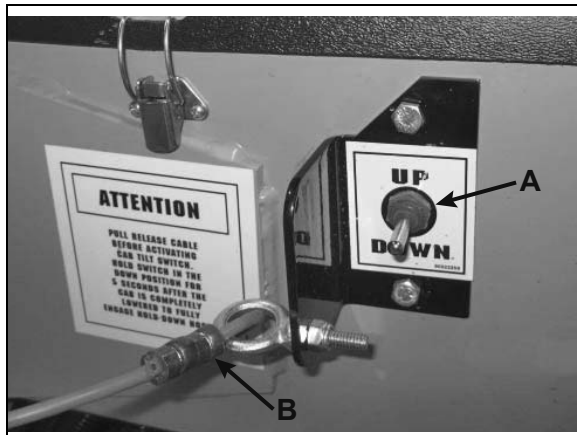
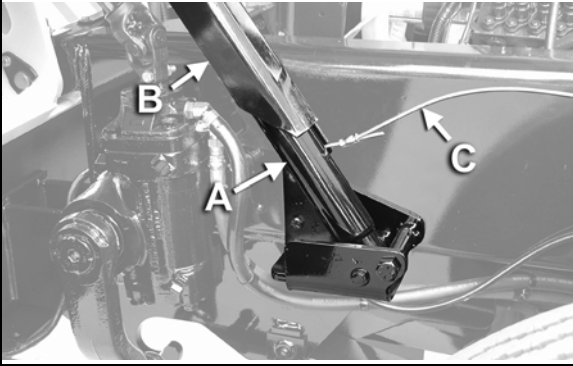
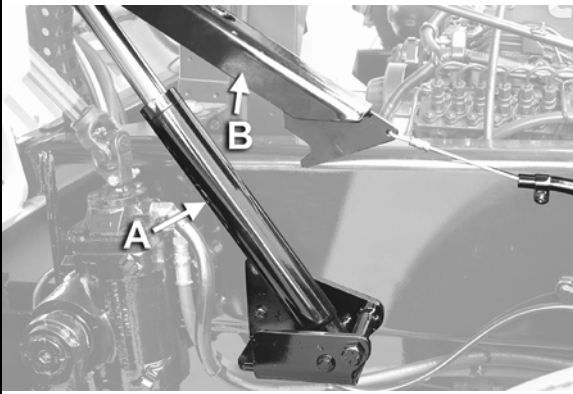

Figure 2
Figure 3
Figure 4
L'inclinaison électrique de la cabine est conçue pour incliner la cabine à 45 degrés et à ce point le support de sécurité de la cabine est automatiquement engagé. Le système d'inclinaison n'est pas conçu pour fournir un support de sécurité dans une autre inclinaison qu'à 45 degrés. **Figure 3 indique l'engagement correct du support de sécurité de la cabine.**
Ne jamais travailler en dessous de la cabine sans que le support de sécurité ne soit engagé. La cabine peut tomber et causer des blessures graves voire mortelles. (Voir Figure 3 et Figure 4.)
Dans la plupart des cas, le commutateur de commande d'inclinaison de cabine est placé sur le longeron de cadre de châssis gauche (Figure 2). Le câble de libération de support de sécurité est placé sur le longeron gauche, à proximité du commutateur d'inclinaison.
5. Lorsque la cabine s'approche de la position de 45 degrés, vérifier que le support de sécurité s'abaisse sur le cylindre d'inclinaison sur le côté conducteur du châssis. (Figure 3 et Figure 4) ARRÊT !
6. Après que le support de sécurité se soit abaissé sur le cylindre, déplacer le commutateur de commande d'inclinaison à la position DESCENTE (Figure 2) et abaisser légèrement la cabine jusqu'à ce que le support de sécurité reste complètement au-dessus du cylindre d'inclinaison (Figure 3).